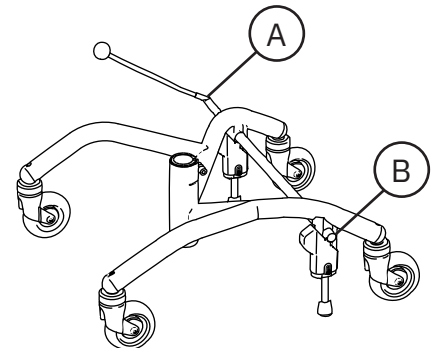

Abb. 5.14. Bremshebel.
Der Bremshebel kann auf der rechten (A) oder linken (B) Seite des Rahmens montiert werden, siehe Abb. 5.14.